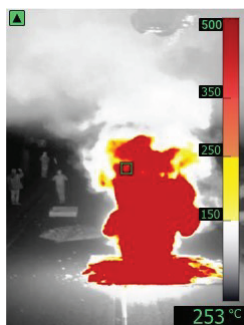

Figura 5.1 Imagem da câmara térmica MSX®
5. A leitura da temperatura no canto inferior direito representa a medição do ponto focado. Consulte a **Figura 5.1**.